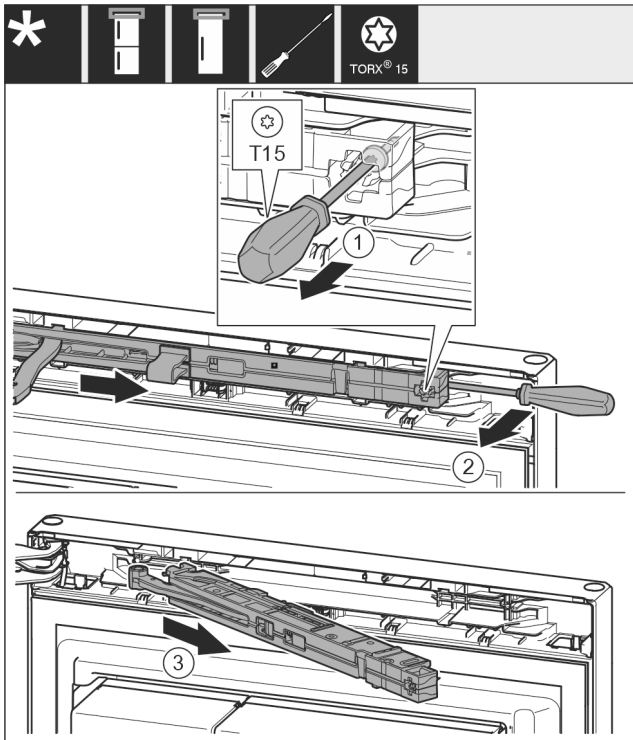

Fig. 11
- ▶ Vabastage sulgemismortisaatori mooduli kruvi kruvikeerajaga T15 u 14 mm. Fig. 11 (1)
- ▶ Lükake kruvikeeraja käepideme küljel sulgemismortisaatori mooduli taha ja pöörake moodulit ettepoole. Fig. 11 (2)
- ▶ Tõmmake sulgemismortisaatori moodul välja. Fig. 11 (3)